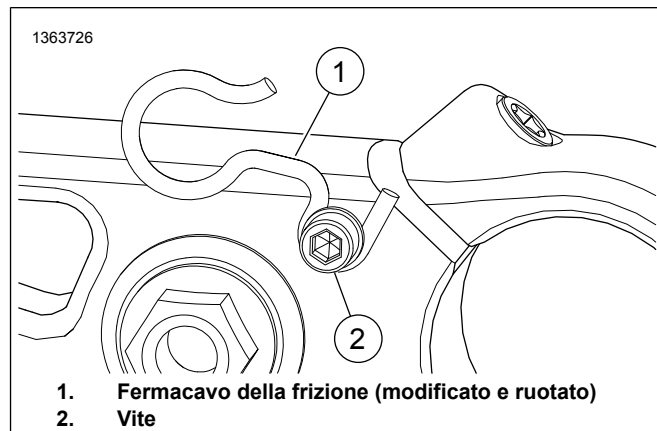

Figura 4. Fermacavo della frizione modificato
1. Figura 4 Allentare la vite (2).
2. Rimuovere il fermacavo della frizione di serie (1).